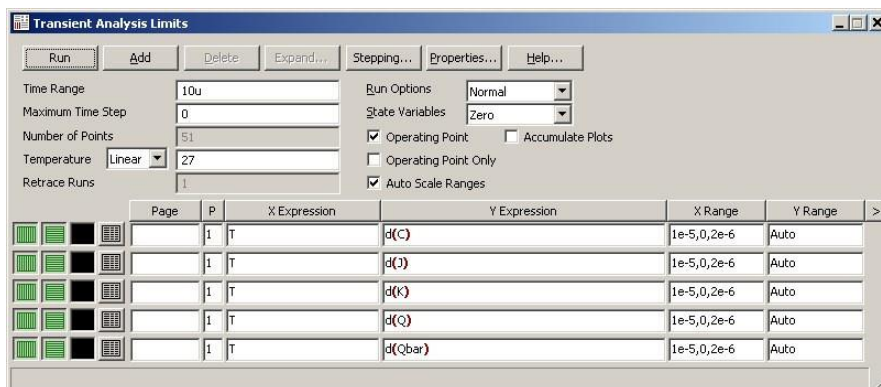

Рис. 6. Диалоговое окно настройки режима моделирования переходных процессов
9. Запустите режим моделирования переходных процессов **Analysis\Transient ...**. Настройте выпадающее меню в соответствии с рис. 6.